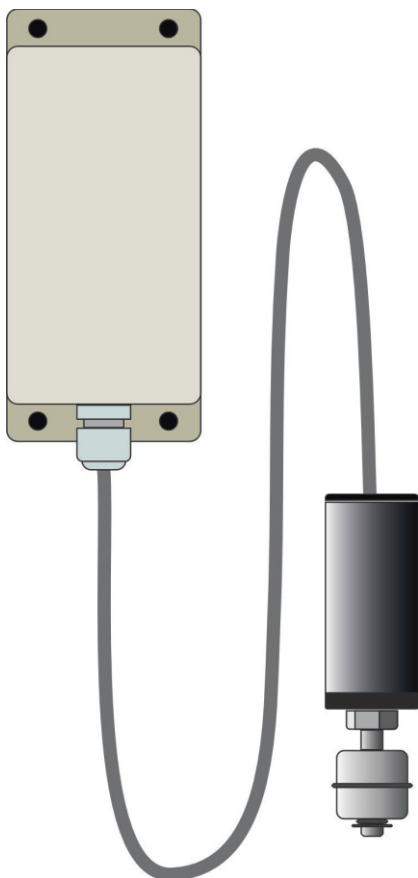

BILD 1
A. En sändare som installeras i tanken eller pumpbrunnen med en flottörbrytare som känner av vätskenivån. (Bild 1)
Förpackningen innehåller en sändare med nivågivare (Bild 1) och en mottagare med nätadapter (Bild 2) som är kodade parvis så att varje mottagare enbart reagerar på larm från sin egen sändare.